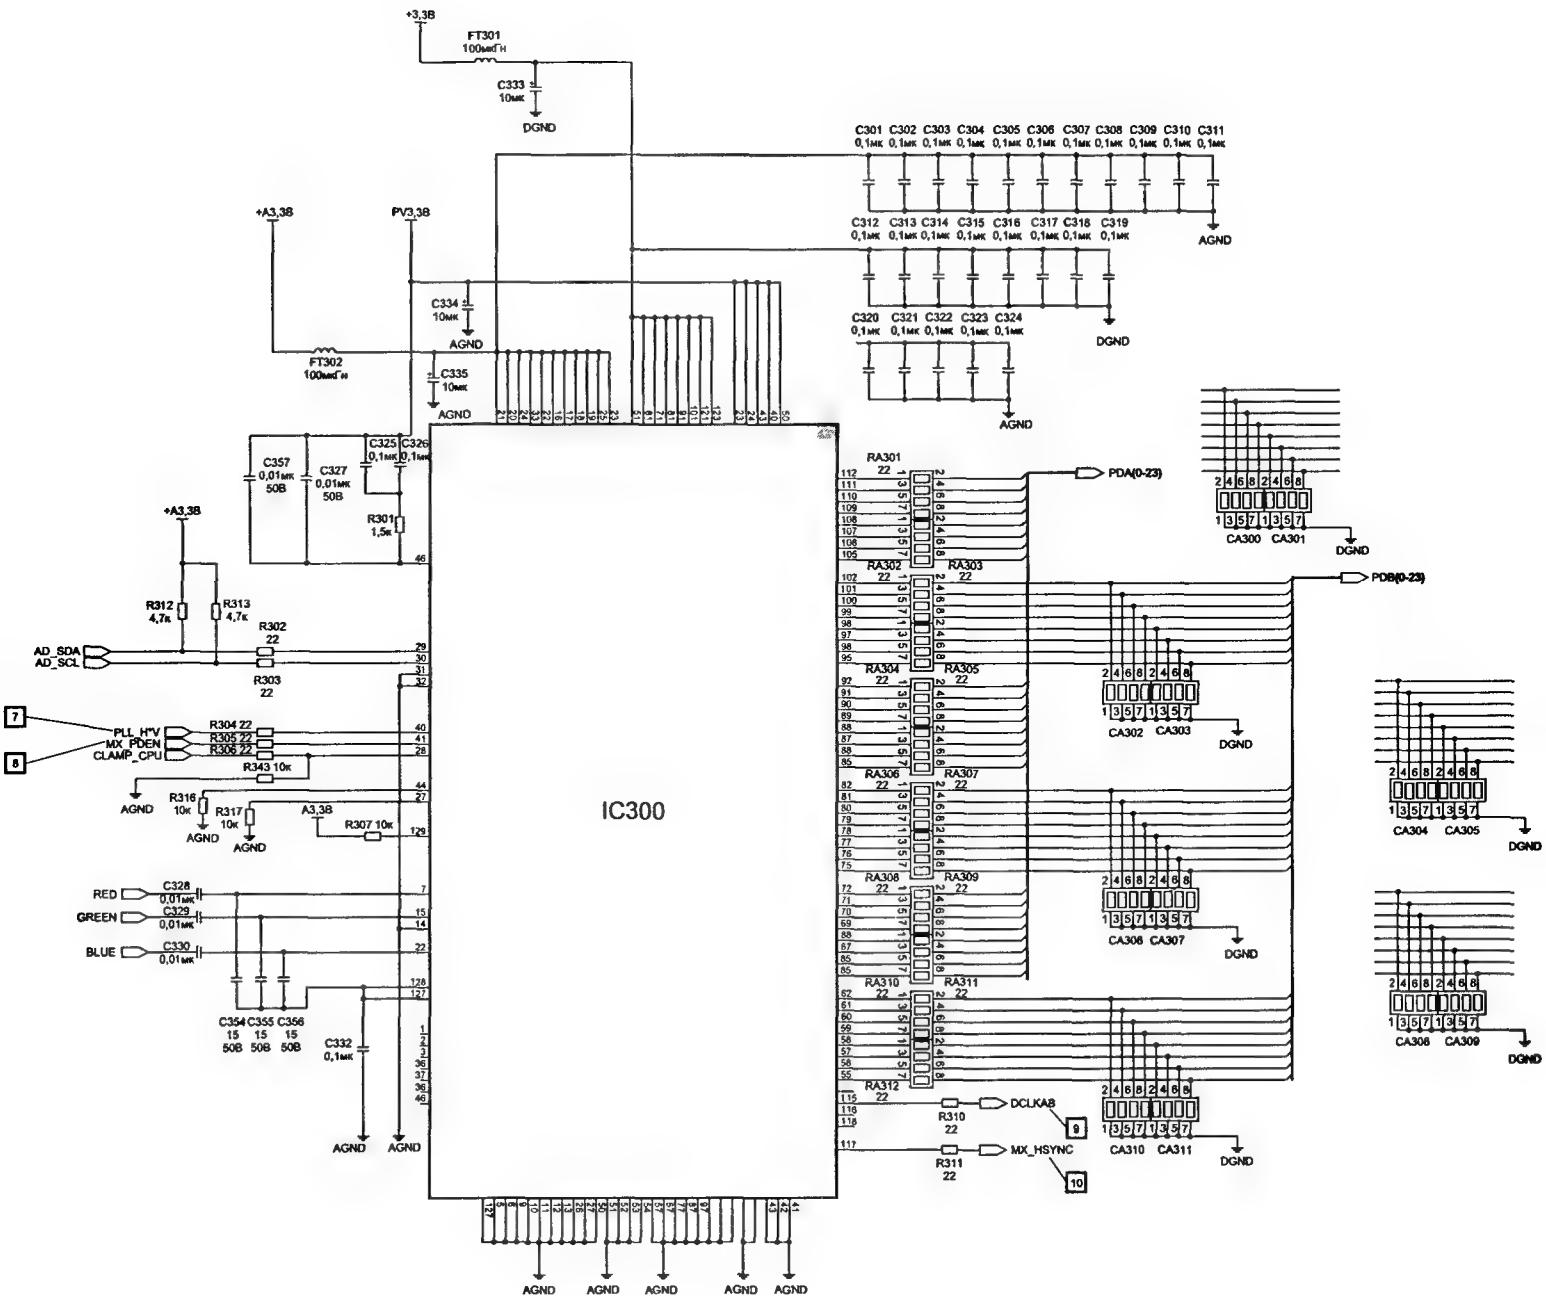

Рис. 8.4
Если синхроимпульсы поступают от персонального компьютера по каналу зеленого цветового сигнала GREEN, синхроселектор U8 (рис. 8.3) выделяет полный синхросигнал SOG\_SYNC и с его выхода подается на вход коммутатора IC207 и выв. 22 МК IC501 (рис. 8.5). На второй вход коммутатора IC207 через мультиплексоры IC204—IC206 приходят строчные СИ от одного из источников сигнала (от соединителей CN201 или CN202). Мультиплексор IC207 управляется сигналами МК SOG\_EN и +SOG\_EN. На его выходе (выв. 8) формируются сигналы MX\_PLL\_H\*V и PLL\_H\*V, которые используются схемой синхронизации (внутри IC300, рис. 8.4) для формирования сигналов управления схемой масштабирования IC406 (рис. 8.4). Кадровые СИ от двух источников также поступают на мультиплексоры IC204 и IC205, а с их выходов (выв. 6) — на входы коммутатора видеосигналов IC201. Выходной синхросигнал V\_SYNC снимается с выв. 14 IC201 и используется МП для формирования сигналов управления и синхронизации.
R212, R215 и разделительные конденсаторы C328, C329, C330 поступают на входы **АЦП** — выв. 7, 15 и 22 IC300 (рис. 8.4). В состав микросхемы входят стабилизатор напряжения, три широкополосных видеоусилителя, схемы фиксации уровней черного в видеосигналах, трехканальный 8-битный АЦП, интерфейс с шиной I2C, схема синхронизации АЦП и выходные каскады микросхемы, совместимые с ТТЛ-логикой.
На выходах IC300 (выв. 55—62, 65—72, 75—82, 85—92, 95—102, 105—112) формируются 24-битные коды видеосигналов основных цветов PDA (0—23) и PDB (0—23), которые поступают для дальнейшей обработки на входы схемы масштабирования — IC406 выв. 2—9, 11—18, 20—27, 32—47, 49—56 (рис. 8.4).
**Схема OSD IC404** (рис. 8.4) формирует сигналы коммутации и видеосигналы OSD, которые снимаются с выв. 12—15 микросхемы и поступают на вход коммутатора (внутри IC406) — выв. 135—138 IC406. Для синхронизации изображе-
видеосигналов DBR (7-0), DAR (7-0), DBG (7-0), DAG (7-0), DBB (7-0), DAB (7-0). Сигналы снимаются с выходов микросхемы (выв. 67—82, 84—91, 96—111, 113—120 IC406) и поступают для дальнейшей обработки на входы схемы **LCD-интерфейса** — выв. 1—6, 9—16, 48—50, 58—65, 68—75, 90—97, 99, 100 IC601 (рис. 8.3). Для управления LCD-интерфейсом микросхема IC406 формирует сигналы синхронизации LDTGB (осц. 1 на рис. 8.6), LVSYNCB (осц. 2 на рис. 8.6), LHSYNCB (осц. 3 на рис. 8.4) и LCKBB (осц. 4 на рис. 8.6). LCD-интерфейс формирует цифровой 20-битный код управления шинными дешифраторами LCD-панели. Конструктивно они расположены на самой LCD-панели, и их выходы управляют засветкой каждого отдельного пикселя.
Проверяют наличие цифровых видеосигналов на выв. 34, 35, 39, 40, 42, 43, 45 и 46 IC601 и их соответствие осц. 15 на рис. 8.4. Если сигналы есть и на выв. 1 и 17 IC501 высокие уровни сигналов, то методом замены проверяют LCD-панель. Если сигналы на выв. 1 и 17 IC501 неактивны — проверяют питание МП (+5 В на выв. 25 и 10) и его внешние элементы X501 и IC504.